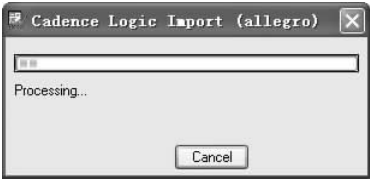

图 12-88 导入网络表的进度对话框
3) 在“Import directory (导入路径)”文本框中，单击右侧按钮，在弹出的对话框中选择网表路径目录，单击按钮，导入网络表，出现进度对话框，如图 12-88 所示。